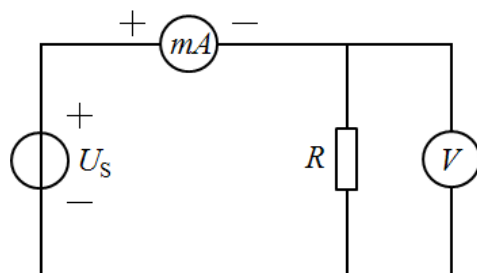

图 1.1
- 1) 测试电路如图 1.1 所示，图中 U_s 为直流稳压电源， R 为被测电阻，阻值 $R = 200\Omega$ 。